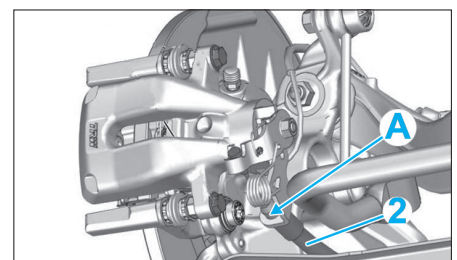

Fig. 27
- Désaccoupler le câble de frein de stationnement (2) en (A) (Fig.27).